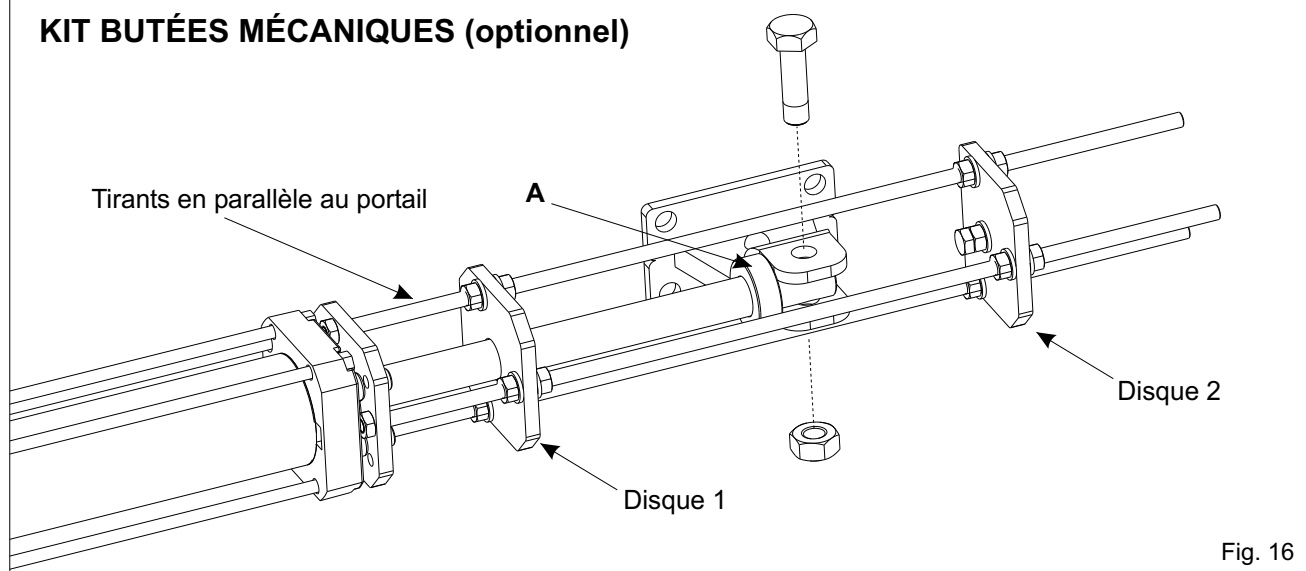

Fig. 16
- Mettre les feuillures de fin de course sur la bride antérieure de l'ensemble avec les deux tirants (des trois présents sur la feuillure) qui se trouvent en parallèle au portail (Fig. 16)
- Insérer la boucle fournie (A) dans la tige